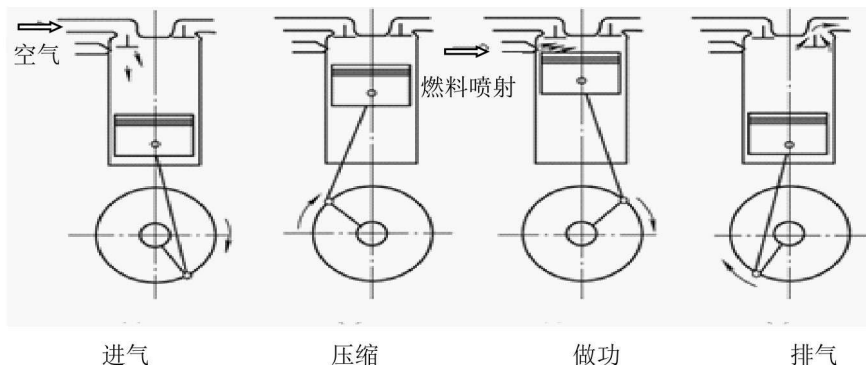

图 1-5 四冲程柴油机工作原理
(1) 因柴油和汽油性质不同，柴油不易蒸发，但其混合气的自燃点却比汽油混合气的低（柴油为 $350^{\circ}\text{C} \sim 380^{\circ}\text{C}$ 左右，汽油为 $510^{\circ}\text{C} \sim 530^{\circ}\text{C}$ 左右）。因此，柴油机在可燃混合气的形成、着火方式等方面与汽油机有较大区别。
(2) 柴油机在混合气着火时是靠压燃（压缩后的空气温度约为 $800 \sim 1\,000\text{K}$ ，高于柴油的自燃点），而汽油机是靠火花塞产生高压电火花来点燃的。
(3) 柴油机进气冲程时，吸入气缸内的是纯空气，柴油经喷油泵将油压提高到 10MPa 以上，在压缩接近终了时通过喷油器进行气缸内喷油，在很短的时间内与压缩后的高温空气混合燃烧。因此，这种发动机的可燃混合气是在气缸内形成的。
(4) 由于柴油机压缩比高，所以压缩终了时气缸内的压力和温度都比汽油机高，压力可达 $3.5\text{MPa} \sim 4.5\text{MPa}$ ，温度高达 $477^{\circ}\text{C} \sim 723^{\circ}\text{C}$ ，远远超过了柴油的自燃点。故喷入气缸内的柴油与空气在很短的时间内雾化、蒸发、混合便立即自行着火燃烧。气缸内气压急剧上升，高达 $6\text{MPa} \sim 9\text{MPa}$ ，温度高达 $1\,723^{\circ}\text{C} \sim 2\,223^{\circ}\text{C}$ 。在高压气体的作用下，活塞向下运动并带动曲轴旋转而做功，废气同样经排气管排入环境大气。
(5) 四冲程柴油机工作原理和四冲程汽油机相似，也是以连杆为纽带，活塞与曲轴进行“你推我，我推你”的进行热能和机械能的转换过程。其工作原理如图 1-5 所示。
（6）四冲程柴油机与四冲程汽油机一样，每个工作循环也包括进气、压缩、做功和排气四个冲程。参照汽油机工作循环的四个冲程，请同学们根据图 1-5，表述四冲程柴油机工作循环进气、压缩、做功和排气四个冲程。